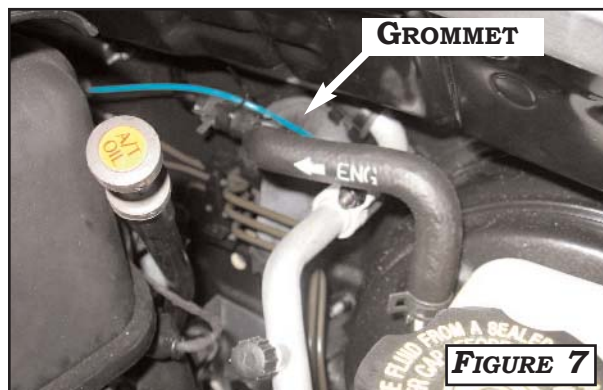

FIGURE 7
4. ROUTE WIRES THROUGH ACCESS GROMMET ON DRIVER SIDE FIREWALL AS SHOWN IN **FIGURE 7**.